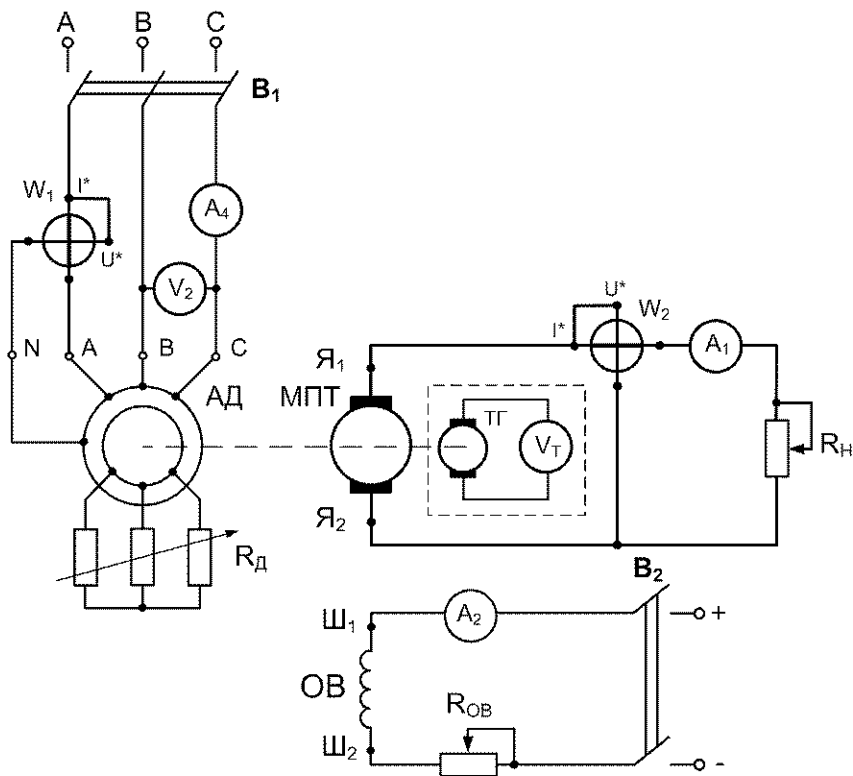

Рис. 18. Электрическая схема лабораторной установки
Лабораторная работа выполняется на универсальном стенде, где установлены необходимые приборы и оборудование. Электрическая схема лабораторной установки представлена на рис. 18.
2. Собрать электрическую схему лабораторной установки на рис. 18.